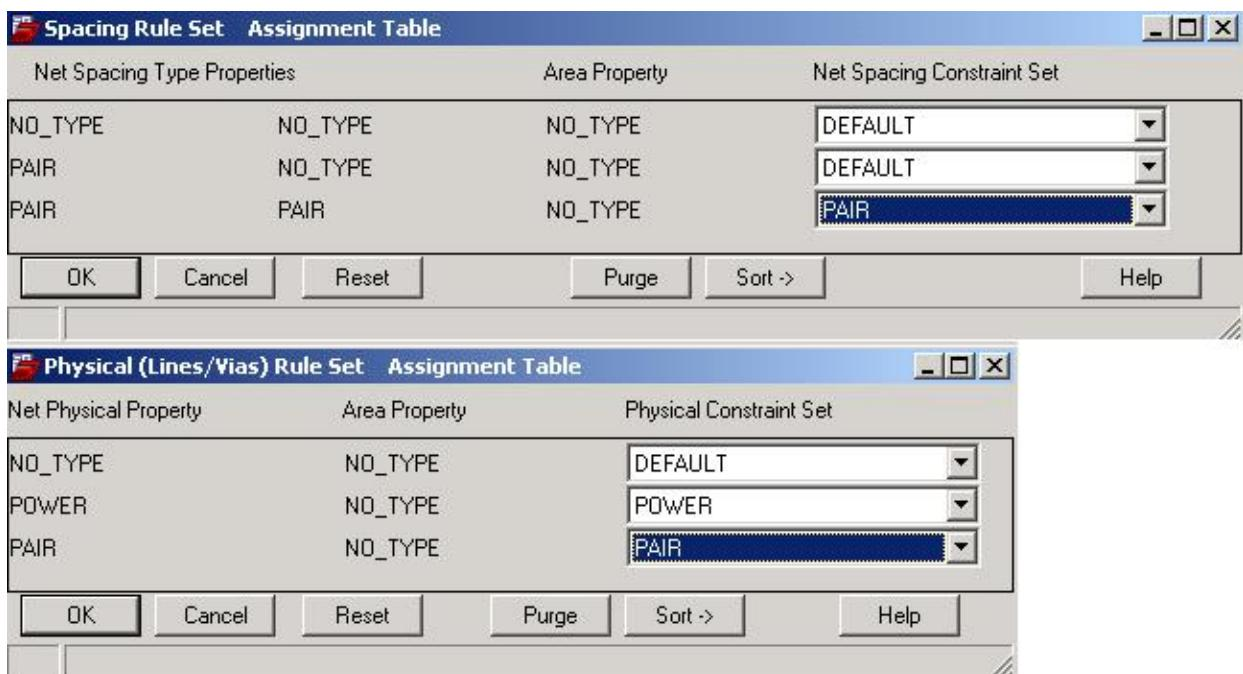

图 3.15 约束管理器的 Assignment table 设置完成窗口
2. 选择命令 Edit=>Z-Copy, 参数照下图 3.15 设置: